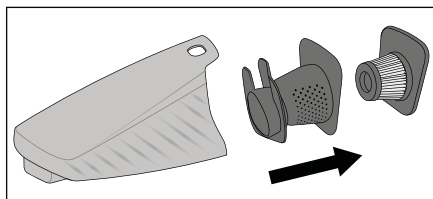

Fig. 4
- 3) Retire primero el filtro HEPA **5** y después el filtro grueso **6** del depósito de suciedad **7** (fig. 4). Sacuda ambas piezas sobre un cubo de basura o un contenedor similar. En caso necesario, puede enjuagar el filtro HEPA **5** con agua limpia. Tras esto, deje que se seque completamente al aire.